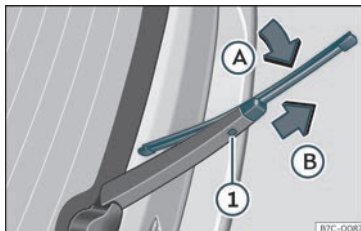

Fig. 38 Canvi de l'escombreta del vidre posterior.
- Roteu l'escombreta lleugerament >>> **fig. 38** (fletxa **A**).